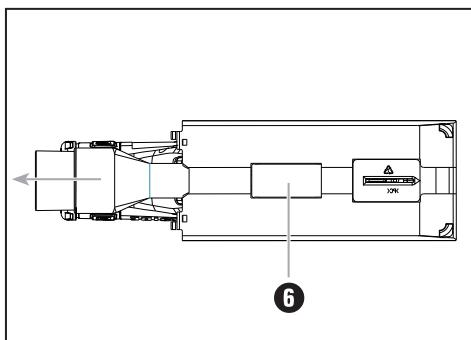

Fig. 2: Îndepărțarea ștăului de aspirație
- ◆ Apăsați cu degetul mare pe punctul marcat în fig. 2 pentru a debloca ștăful de aspirație **6**. În același timp, cu cealaltă mână, trageți ștăful de aspirație **6** din aparat în direcția săgelei.